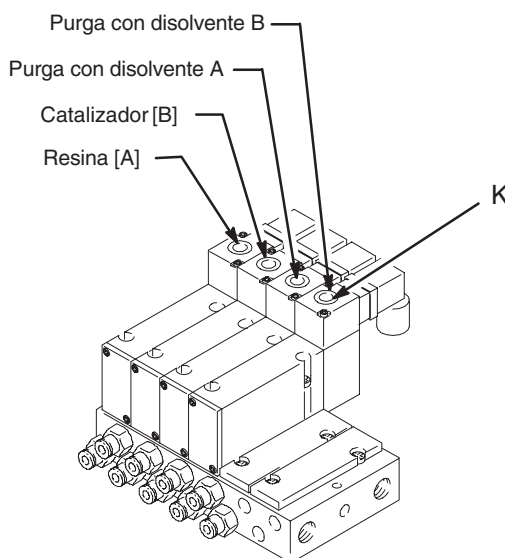

Fig. 10.3
Si hubiera un fallo eléctrico, reinicie el sistema pulsando el botón manual del solenoide (K) en la válvula de purga de disolvente B mientras dispara la pistola. Vea la Fig. 10.3.